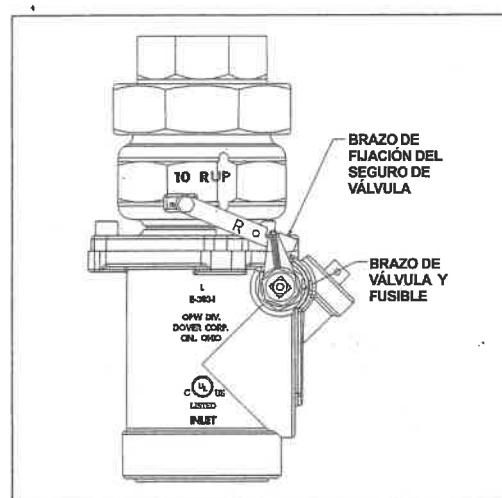

Figura 4
Después de que la válvula ha sido fijada al tubo de producto y al dispensario, y al haber completado la prueba de caída de presión, se deberá abrir la válvula. Para abrir la válvula, se deberá rotar el brazo de la válvula a la izquierda, o bien, en contra de las manecillas del reloj, el brazo se deberá sujetar con la barra sujetadora del mismo insertando el pin en la ranura de la barra sujetadora. (Ver Figura 4).
1. Empujando hacia abajo el brazo sujetador del brazo de la válvula. (Ver Figura 4).